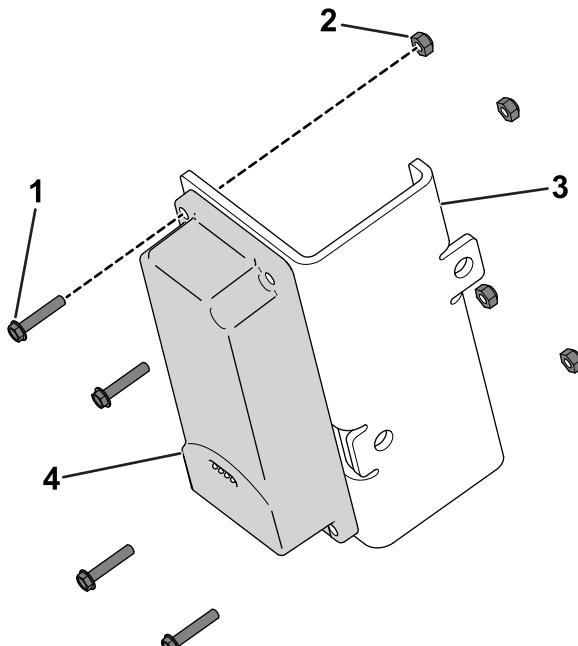

Figure 6
1. Avec 4 boulons à tête hexagonale (n° 10 x 1") et 4 contre-écrous n° 10, fixez le dispositif télématique sur son support (Figure 6).